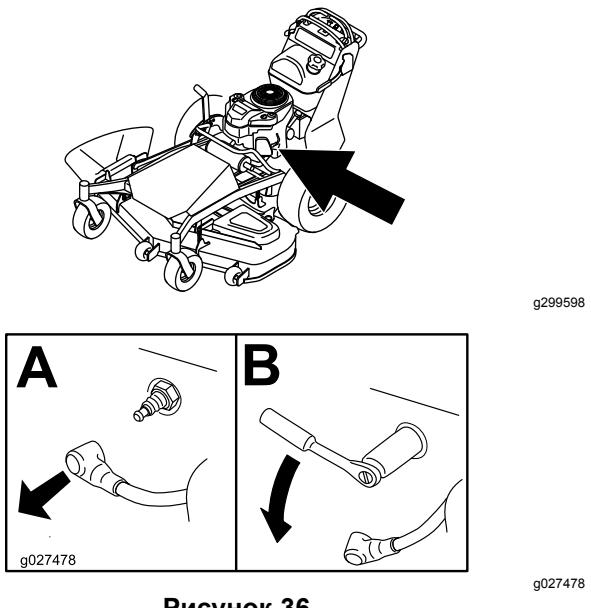

Рисунок 36
- Выверните свечу, как показано на Рисунок 36.